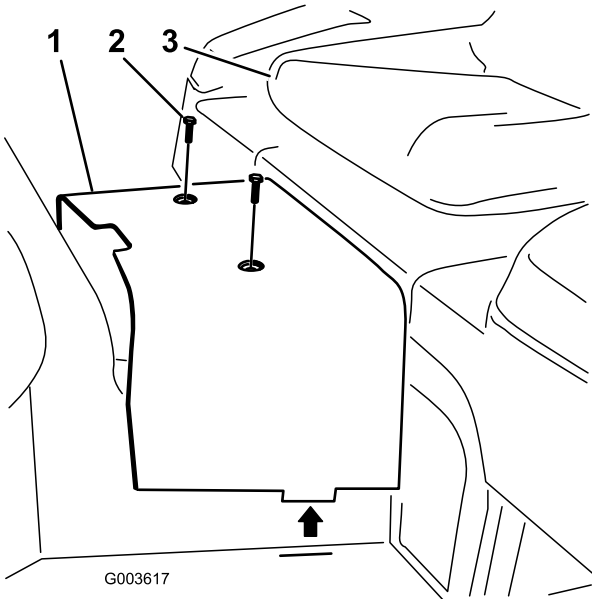

Figure 6
7. Retirez les 2 vis qui fixent le carénage central au cadre (Figure 6). Déposez le carénage et mettez-le de côté.